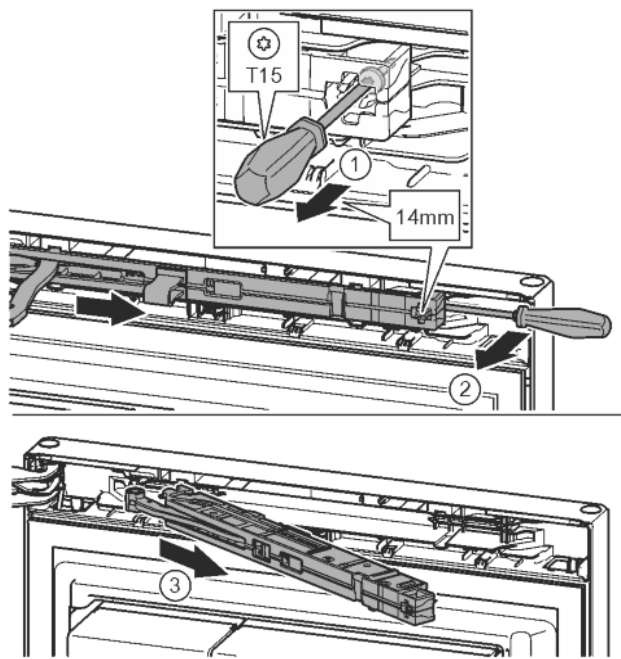

Fig. 12
- ▶ Ослабить винт на узле амортизатора с помощью отвёртки T15 примерно на 14 мм. *Fig. 12 (1)*
- ▶ Отвёрткой со стороны ручки переместиться за узел амортизатора и повернуть вперед. *Fig. 12 (2)*
- ▶ Извлечь узел амортизатора. *Fig. 12 (3)*